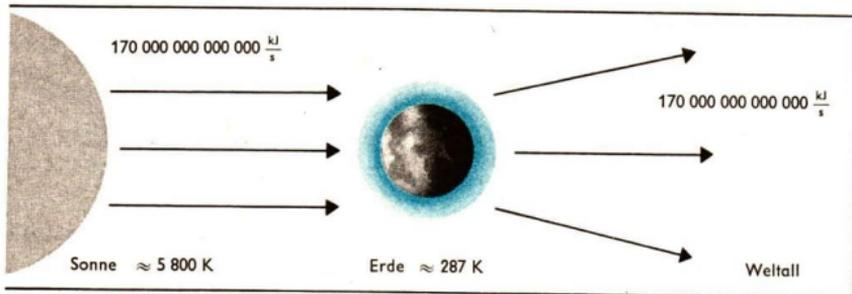

Bild 29/1 Energiehaushalt der Erde
- **Energiehaushalt der Erde.** Die Sonne ist die natürliche Energiequelle der Erde. Ein Teil der Energie der Sonne wird durch die Sonnenstrahlung auf die Erde übertragen (Bild 29/1). Etwa 30% dieser Strahlung werden sofort von der Lufthülle an das Weltall zurückgegeben. Von den anderen 70% der auf die Erde übertragenen Energie führen etwa 47% zur Aufheizung von Land, Wasser und Luft und etwa 23% der Energie zum